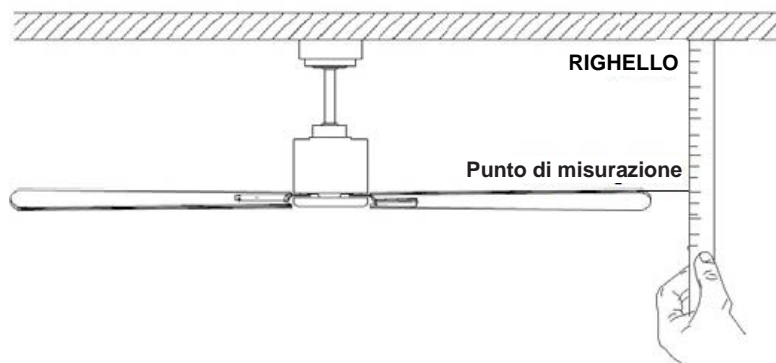

Fig. 13
- Modificare la posizione degli interruttori DIP nel trasmettitore 1, di modo che questo sia diverso dal trasmettitore 2. Fig.13